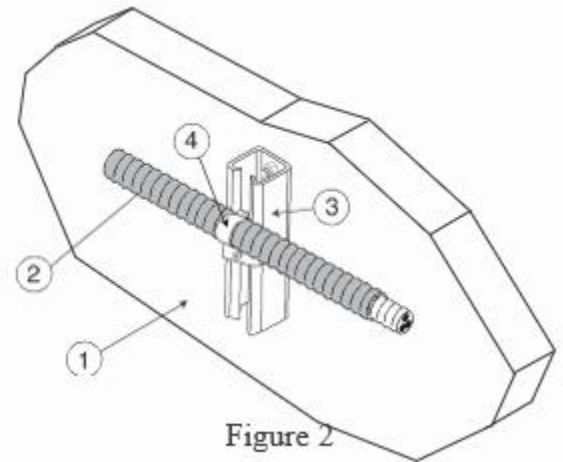

Figure 2
B. Serre-câbles – Pour les installations horizontales et verticales des câbles VITALink[®] armurés et gainés, vous devez utiliser les serres-câbles à enclenchement Kindorf[®]† J-800 et les profilés Kindorf[®]† J-851. Le diamètre de chaque serres-câbles doit correspondre au diamètre du câble pour assurer un contact parfait entre les deux éléments. (Voir figure 2)